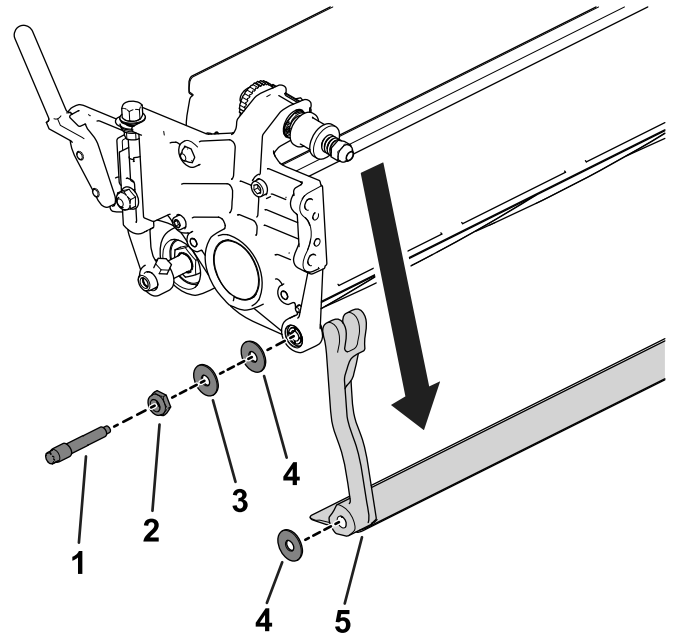

Figura 20
3. Pe fiecare latură a mainii, slăbiți contrapiulia indicată în Figura 20.
4. Îndepărtați fiecare urub al barei de cadru, permițând tragerea în jos i îndepărtarea acesteia de pe unitatea de tăiere (Figura 20).
Asigurați-vă că la capătul barei de cadru există 2 aibe din oel i 1 aibă din plastic (Figura 20).